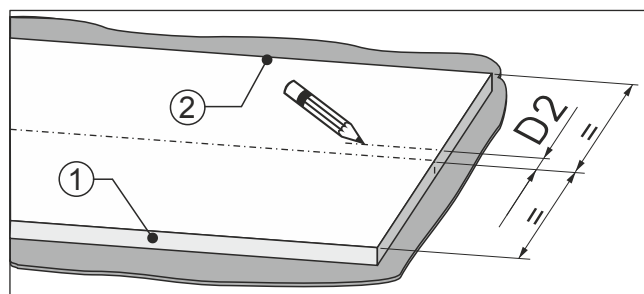

Fig. 91
- Misurare dal centro della parte frontale del mobile la quota Fig. 91 (D2) in direzione del lato della battuta della porta Fig. 91 (2).